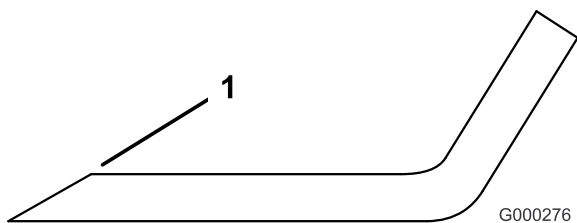

Figura 68
1. Utilice una lima para afilar el filo de corte en ambos extremos de la cuchilla (Figura 68). Mantenga el ángulo original. La cuchilla permanece equilibrada si se retira la misma cantidad de material de ambos bordes de corte.